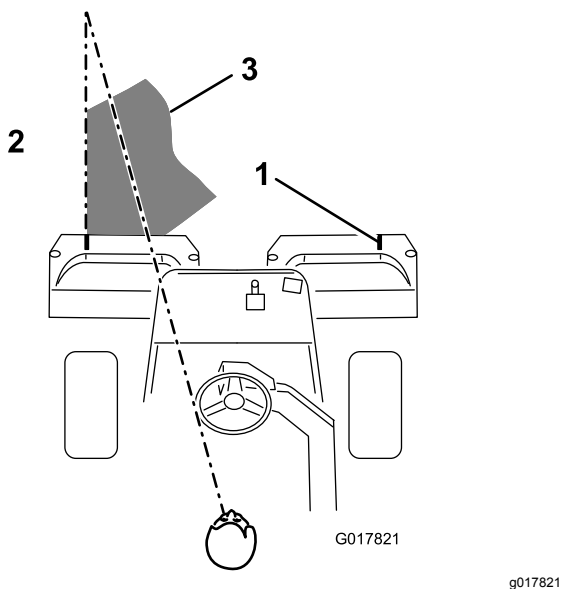

Рисунок 39
**Примечание:** Чтобы облегчить движение по полю строго по прямой и сохранять одинаковое расстояние от края предыдущей скошенной полосы, создайте на расстоянии примерно 1,8-3 м перед машиной воображаемый ориентир на краю нескошенной части поля (Рисунок 39).
Некоторым операторам удобно использовать как часть ориентира наружный край рулевого колеса, т.е. удерживать край рулевого колеса совмещенным с точкой, которая всегда находится на одном и том же расстоянии от переднего края машины (Рисунок 39).